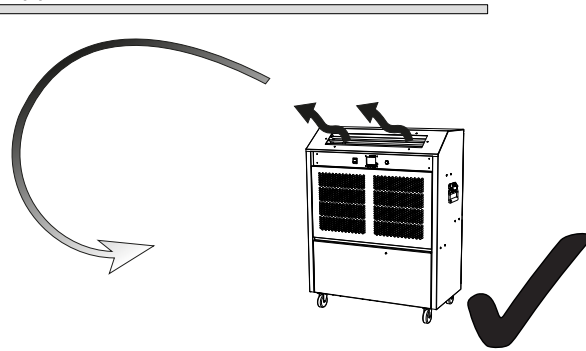

Fig. 5
**Fig. 5:** De lucht moet bij voorkeur zo worden gericht dat er een 'deken' van koude lucht bij het plafond wordt gecreëerd, zodat de lucht door middel van natuurlijke convectie met zeer lage snelheid over het hele gebied kan neerdalen.